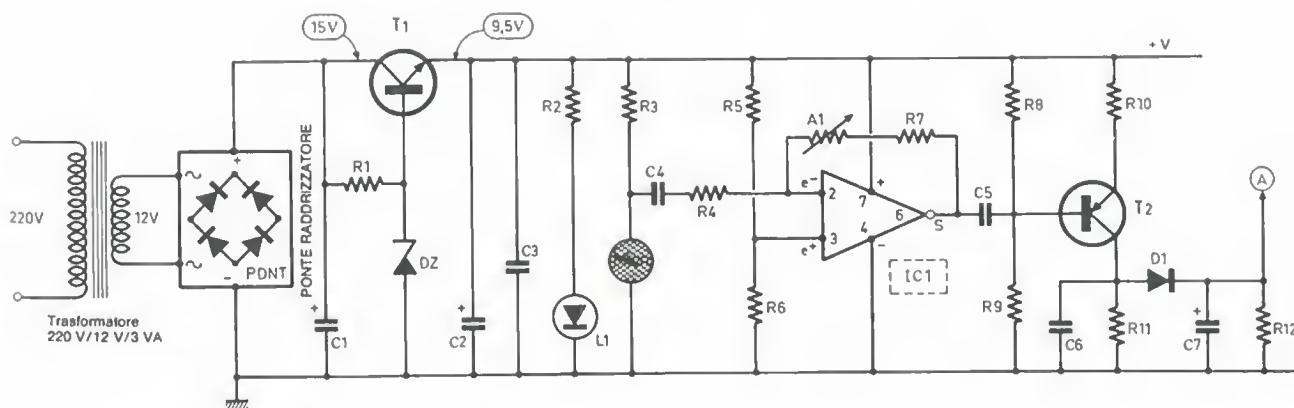

Figura 2. Alimentazione e rilevazione del segnale.
a) Alimentazione (Figura 2). La corrente viene prelevata dalla rete a 220 V e un trasformatore provvede ad abbassare a 12 V la tensione primaria.
b) Rilevazione dell'allarme (Figura 2). Un microfono a condensatore di elettret, montato in serie al resistore R3, fornisce al suo terminale positivo i segnali corrispondenti alle onde sonore generate dalla sveglia dell'orologio da polso. L'amplificazione è garantita da un classico 741. Ricordiamo che il guadagno di uno stadio di questo genere si ricava dalla relazione:
c) Elaborazione del segnale (Figura 2 c 3). Il condensatore C6 garantisce una prima integrazione della frequenza, relativamente alta, del segnale musicale. Un secondo sistema integratore è formato dal condensatore di maggior valore C7, da R12 e dal diodo anti-inversione D1: ha lo scopo di sopprimere le piccole interruzioni che avvengono quando viene emesso l'allarme. In realtà, il segnale può essere formato da una serie di bip oppure, in modo più piacevole e originale, da un motivetto conosciuto. È così presente, nel punto A del circuit-